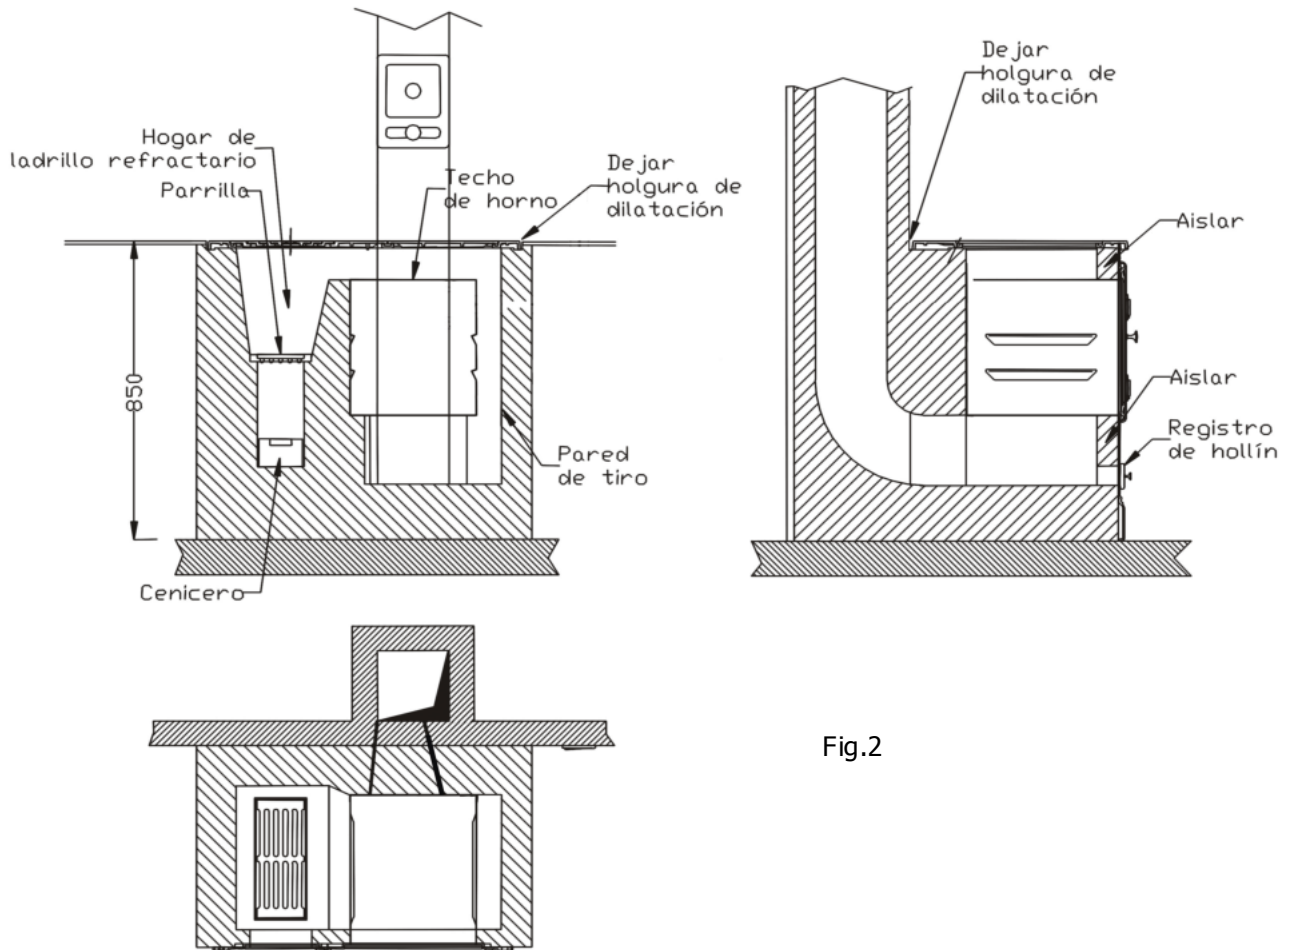

Fig.2
fondo del mismo, se instalará la parrilla por la que caerá la ceniza hasta el cenicero situado bajo ella (Fig.2).
sección y ascendiendo a la vez con una curva lo mas amplia posible hasta unirse a la sección vertical de la chimenea. (Fig.2)
lámpara, tal como se indica en la fig.2, y una roza abierta en la pared, hasta el punto donde desee situar el interruptor de la luz. Lea las instrucciones que sobre este tema se indican mas adelante.
calentamiento en el frente que pudiera dañar el esmalte (Fig.2 y 5)
No ajustar a tope el contorno exterior de la encimera. Dejar una holgura (2-3mm.) para que al calentar pueda dilatar. (Fig.2 y 5)
- 3.- Sustituir la parte inferior del frente de 85cm (7-fig.1) por la de 75cm (5-fig.2).
4.- Amarrar los tornillos (4-fig.2) que sujetan la parte inferior (6-fig.2) con la parte superior del frente.
5.- Montar las alcayatas suministradas con la cocina (para recibirlas en la obra), en la llanta de sujeción con las tuercas suministradas (3-fig.2).
5.- Montar las llantas de sujeción (1-fig.2), con los tornillos (2 y 5-fig.2)